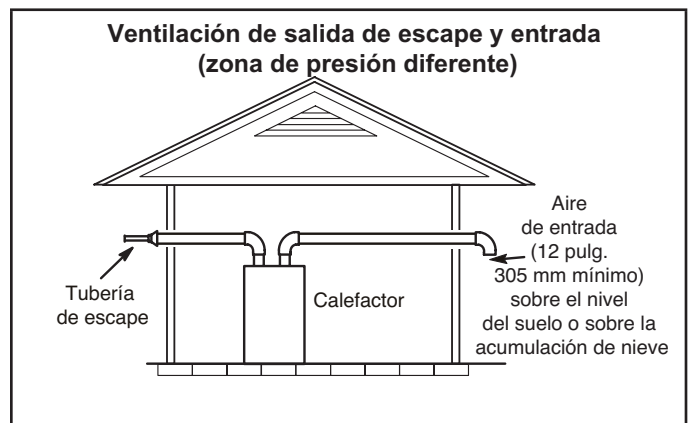
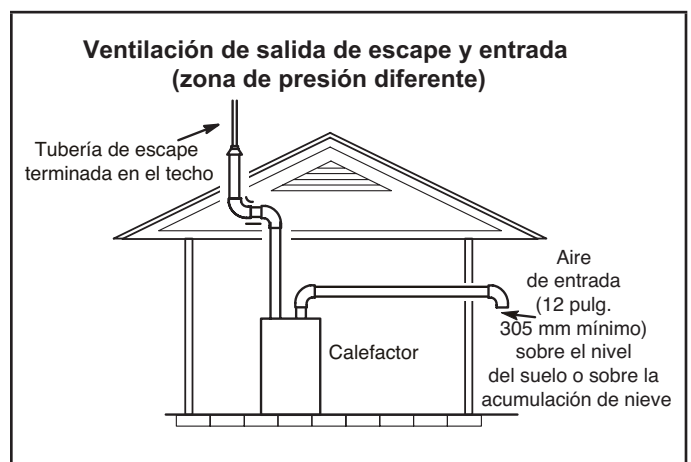

FIGURA 29
FIGURA 30
- 1 - Las terminaciones de entrada y de escape no tienen que estar en la misma zona de presión. Usted puede sacar la entrada en un lado de la estructura y el escape en el otro lado (FIGURA 29). Usted puede sacar el escape por el techo y la entrada por el costado de la estructura (FIGURA 30).